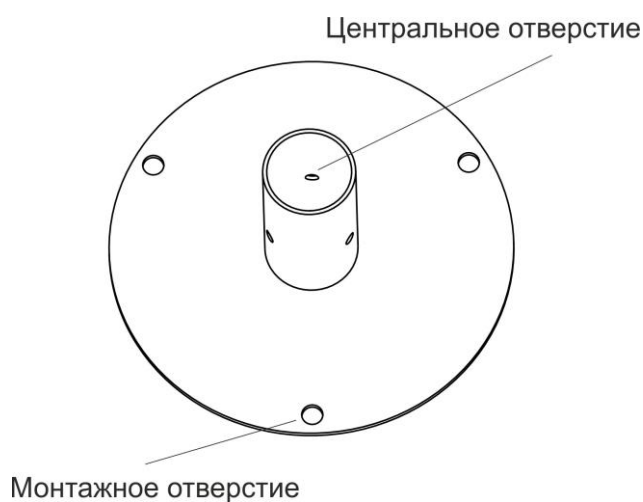

Рисунок 3. Монтажные отверстия в основании
1. Установить основание на нужное место с помощью 3-х анкерных болтов M10 через 3 монтажные отверстия, предварительно пропустив провода линии связи через центральное отверстие (см. рис.3).